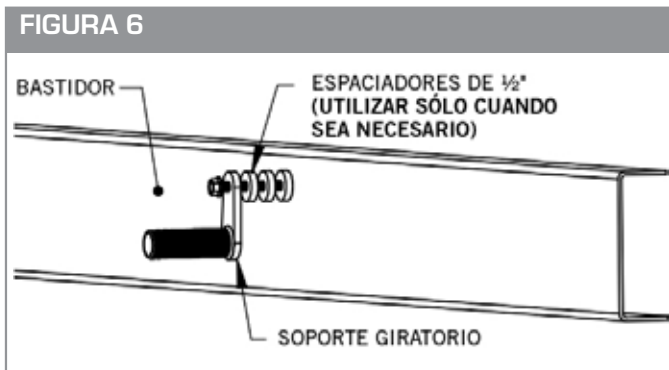

FIGURA 7
- Una vez que los soportes estén en posición con el guardafangos, apriete el 5/8" x 4-1/2" que atraviese el soporte giratorio (10001474) para fijar el giratorio de forma segura al bastidor. **(Ver la Figura 7)**